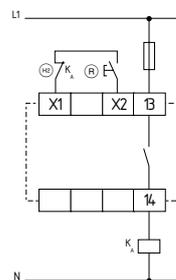
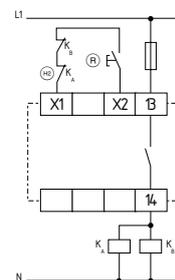

Fig. 15
Fig. 16
**Circuito de un solo canal con circuito de realimentación (véase fig. 15)**
- (R) Pulsador de rearme (con detección de flancos)
- (R) = Circuito de realimentación: Si no se necesita un circuito de realimentación, éste deberá sustituirse por un puente.
**Circuito mediante dos canales con circuito de realimentación (véase fig. 16)**